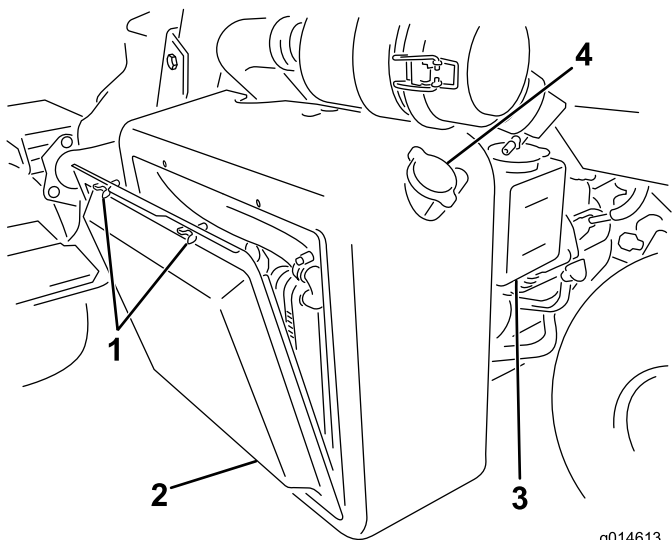
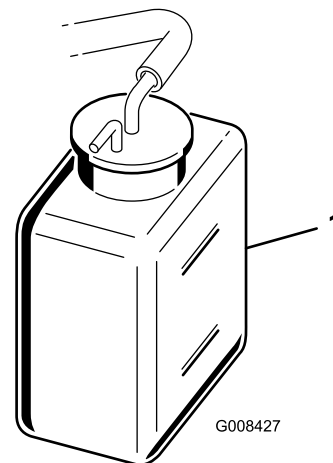

Figura 47
Figura 48
1. Retire la rejilla del radiador (Figura 47).
2. Compruebe el nivel de refrigerante (Figura 47 y Figura 48).